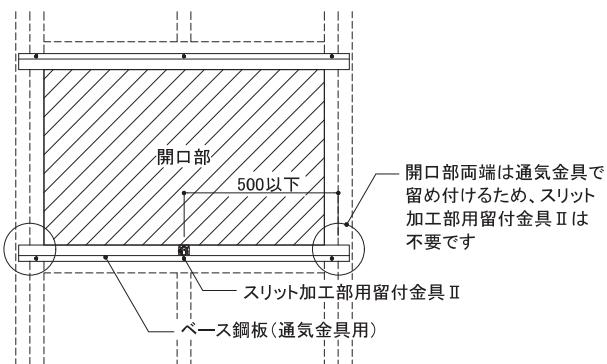

図3 スリット加工部用留付金具Ⅱの施工位置
- スリット加工部用留付金具Ⅱをツメが上がった状態で、開口部下のベース鋼板に500mm以下の間隔で専用ビス(ステンレステクスネジ $\phi 4.5mm \times 10mm$)を用いて留め付けてください。(図3、4、5参照)